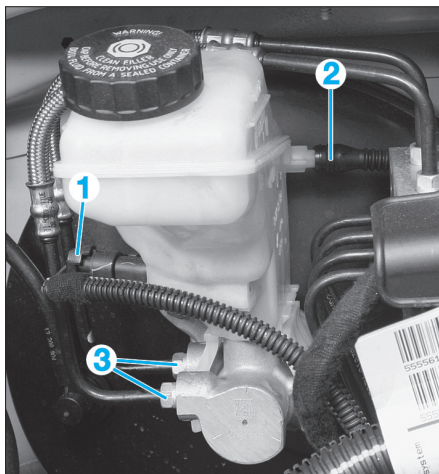
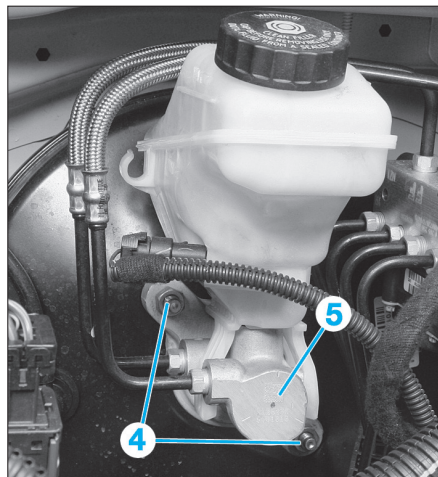

Fig. 15
Fig. 16
- Débrancher (Fig.15) :
- le connecteur (1) du capteur de niveau de liquide de frein,
- si présent, le flexible d'alimentation (2) de l'émetteur d'embrayage du bocal de liquide de frein.
- Débrancher les canalisations hydrauliques (3) du maître-cylindre après les avoir repérées.
- Déposer (Fig.16) :
- les 2 écrous (4) de fixation du maître-cylindre,
- le maître-cylindre (5).